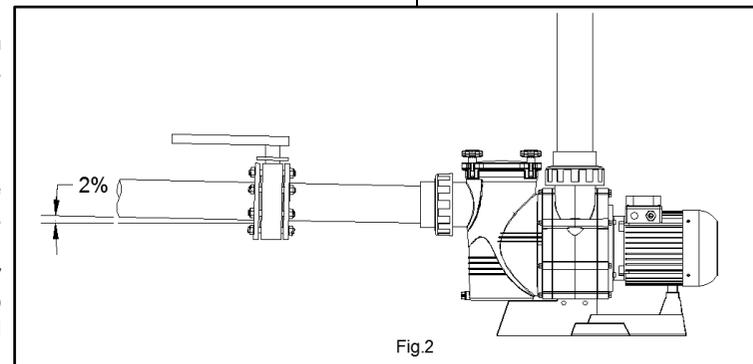

Fig.2
- The connection of the pipe must be threaded into the mouths of the pump using the right accessories (Fig. 2).
- La conexión de la tubería debe efectuarse roscada a las bocas de la bomba utilizando los accesorios adecuados (Fig. 2).
- La instalación de los tubos de impulsión se hará completamente perpendicular y bien centrada respecto a la boca a conectar con el fin de evitar que la bomba y el tubo estén sometidos a unos esfuerzos externos que, aparte de dificultar el montaje, podría llegar a romperlos. (Fig. 2)
Apart from making assembly more difficult, this pressure could even break them (Fig. 2).
- Suction tube installation is done at a slight angle of 2 % towards the pump, thus avoided siphon formation (Fig.2).
formación de bolsas de aire. (Fig.2).